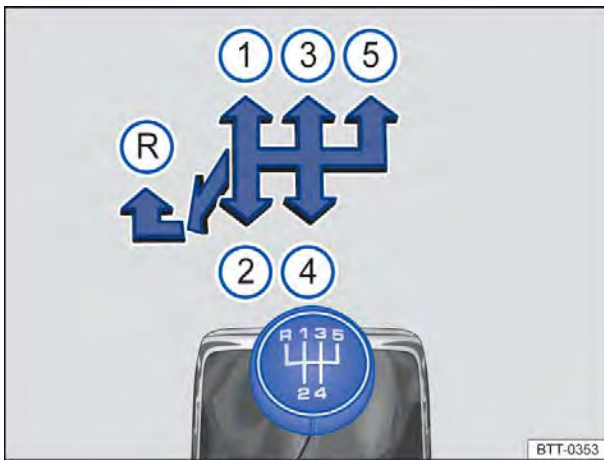
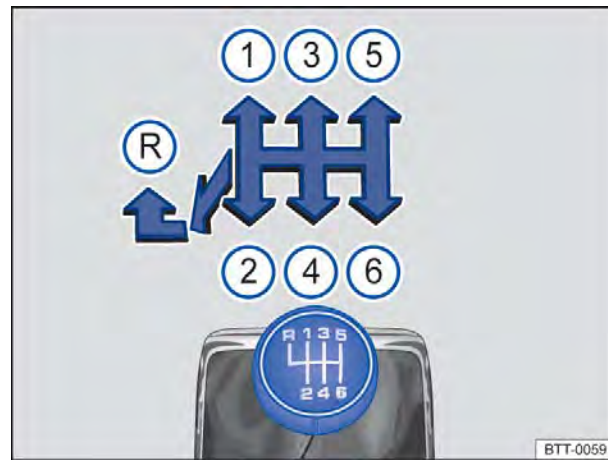

Fig. 136 Esquema de troca de marchas da transmissão manual de 5 marchas.
Fig. 137 Esquema de troca de marchas da transmissão manual de 6 marchas.
As posições de cada marcha estão representadas na alavanca da transmissão ⇒ Fig. 136 ou ⇒ Fig. 137.
- Empurrar a alavanca da transmissão totalmente para a esquerda e depois para frente até a posição da marcha a ré ⇒ Fig. 136  ou ⇒ Fig. 137 .